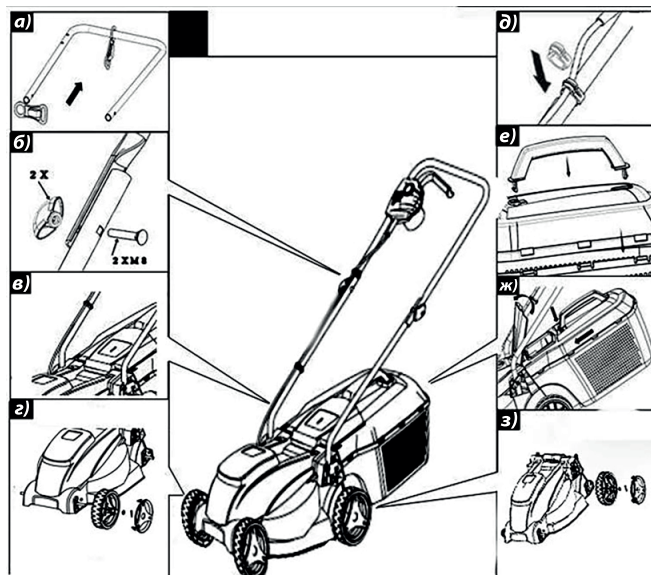

Рис. 2
Сборка электрической газонокосилки (Рис. 2)
1. Повесьте крючок для кабеля на верхнюю часть ручки (Рис. 2а).
2. Соедините верхнюю и нижнюю часть ручки болтами и пластиковыми гайками-барашками из комплекта поставки (Рис. 2б).
3. Вставьте концы ручки в корпус газонокосилки (Рис. 2в).
4. Установите каждое колесо на ось и закрепите их с помощью шплинтов из комплекта крепежа (Рис. 2г).
5. Закрепите силовой кабель на ручке с помощью пластиковых фиксаторов (Рис. 2д).
6. Соберите травосборник из 2-х половинок, вставив фиксаторы половинок до щелчка. Закрепите ручку травосборника сверху. (Рис. 2е).
7. Вставьте травосборник в корпус газонокосилки, закрепив на выступях в задней части корпуса (Рис. 2ж).
8. Закрепите защитные колпаки, вставив их в колеса (Рис. 2з).